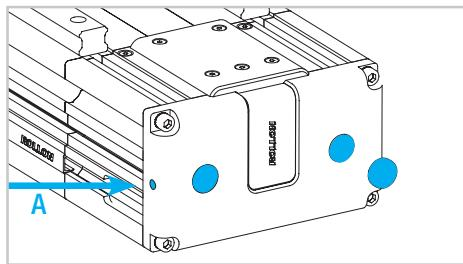

Fig. 9
- 10) Rimuovere i tappi di protezione sulle viti di fissaggio e allenare le viti corrispondenti alla lettera A (Fig. 9).